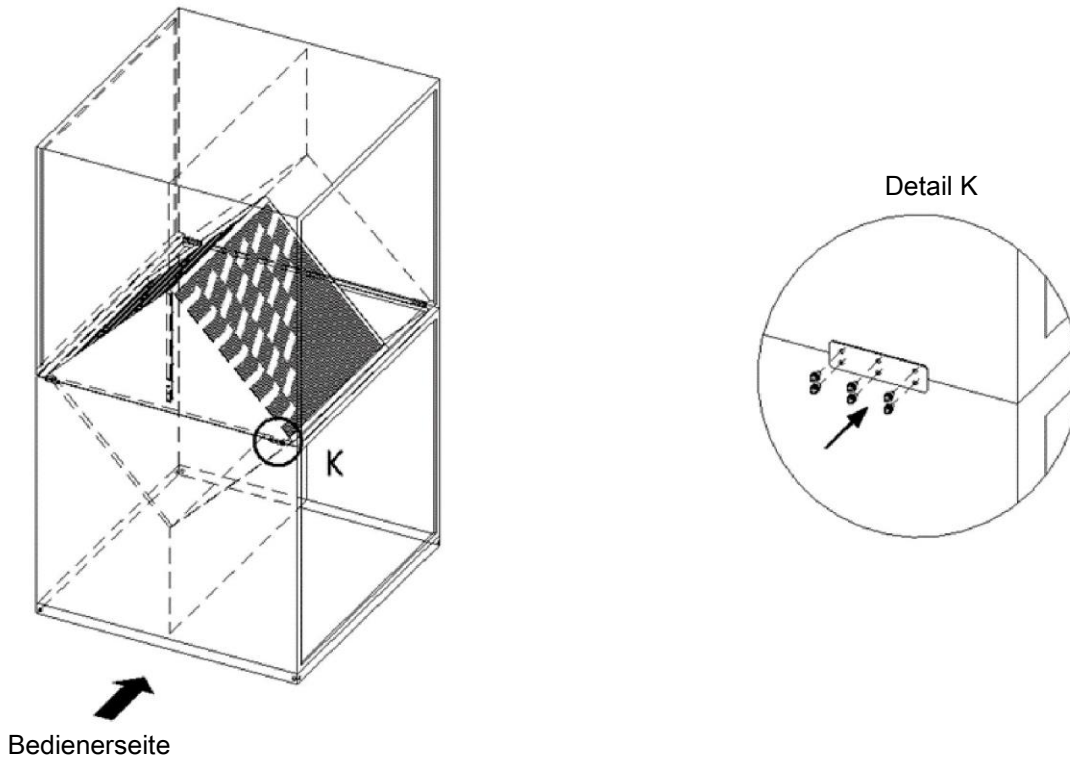

Bild 15 Verbindung der Kammern
- Von der Bedienerseite und von der Rückseite den Oberteil und den Unterteil der Kammer verbinden, siehe Bild 15